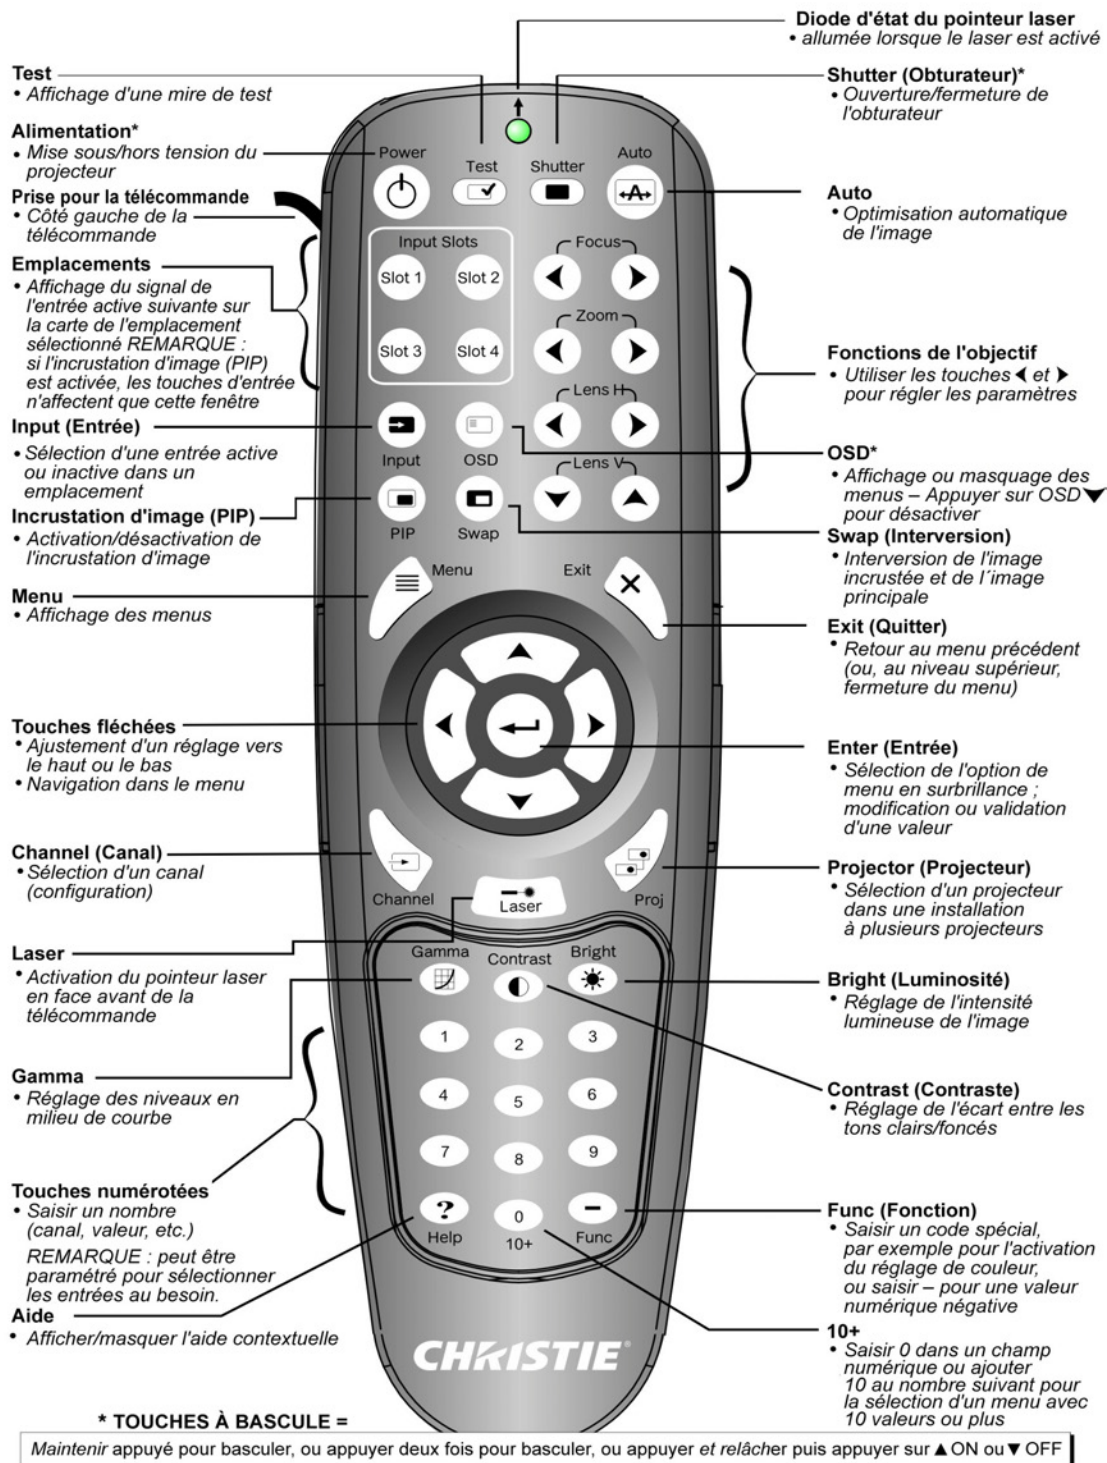

FIGURE 3-1 TÉLÉCOMMANDE
- **Télécommande** : pour le contrôle sans ou avec fil jusqu'à 8 m de distance (câble fourni pour une utilisation filaire). La télécommande contrôle le projecteur via le signal sans fil d'un émetteur infrarouge alimenté par pile. Utiliser la télécommande de la même manière qu'une télécommande de téléviseur ou de magnétoscope. Lors d'un appui sur une touche de fonction, pointer la télécommande vers le capteur infrarouge avant ou arrière du projecteur. L'un des deux capteurs infrarouges du projecteur détecte les signaux et transmet les commandes au processeur interne. Un pointeur laser est intégré à la télécommande. Voir **Figure 3-1 Télécommande**.
REMARQUE : utiliser les fonctions **POWER (MISE SOUS TENSION)**, **SHUTTER (OBTURATEUR)** et **OSD** de l'une des façons suivantes : maintenir les touches enfoncées (pendant 2 secondes), ou exercer deux pressions brèves sur les touches puis appuyer sur la **TOUCHE FLÉCHÉE HAUT** pour allumer l'appareil ou sur la **TOUCHE FLÉCHÉE BAS** pour l'éteindre. Voir **Figure 3-1 Télécommande**.
Voir **Figure 3-1 Télécommande** pour la description de ces touches pour la télécommande.
Les commandes spécifiques de la télécommande sont expliquées à la **Figure 3-1 Télécommande**.